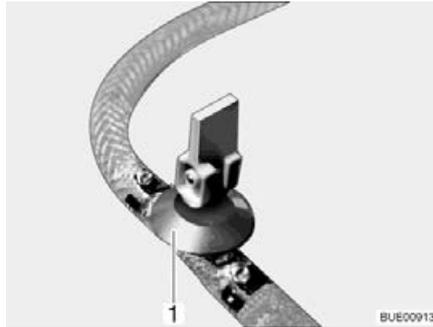
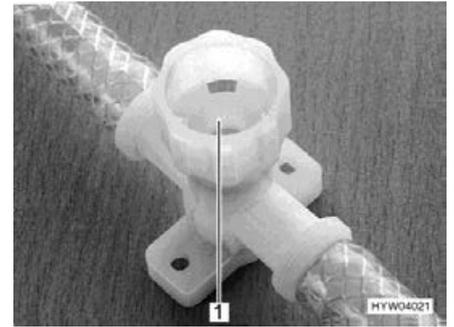

Bild 256 Ablasshahn (mit Kipphebel)
Bild 257 Ablasshahn (mit Drehkappe)
- Alle Ablasshähne öffnen. Dazu den Kipphebel des Ablasshahns (Bild 256,1) senkrecht stellen oder die Kappe des Ablasshahns (Bild 257,1) entgegen dem Uhrzeigersinn drehen.